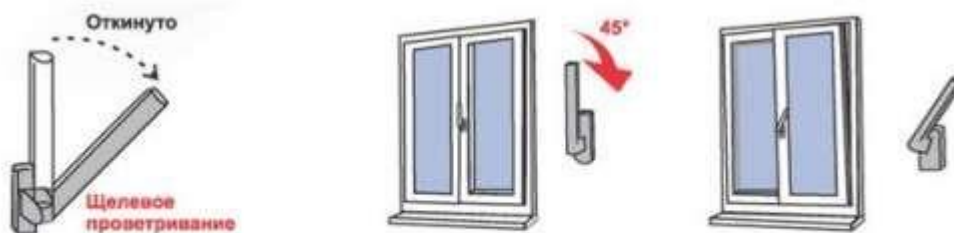

Рис.3
- 5) Для перевода створки в положение «Прoветривание» ручку поворачивают из положения «Откинyто» в положение «Прoветривание» на 45 градусов (см. Рис. 3) При этом створка окна (после небольшого поворота относительно нижней горизонтальной оси) фиксируется, будучи неплотно прижатой к раме окна вверху. Зазор между рамой окна и створкой (в верхней части) в данном режиме может составлять не более 5 мм. 6) Для того, чтобы закрыть окно, из режима «Прoветривание» створку окна необходимо сначала прижать рукой раме окна, затем повернуть ручку в положение «Закрyто».